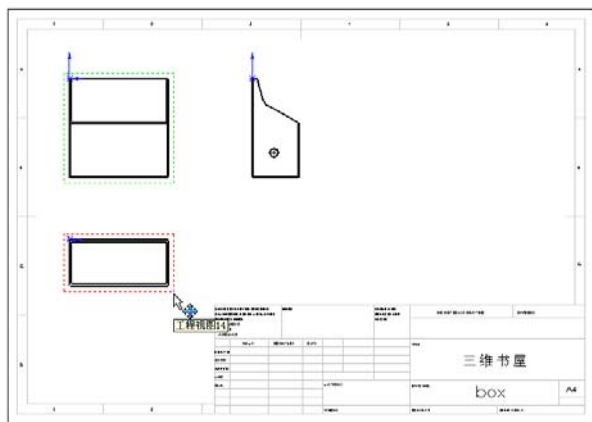

图 1-66 移动视图到新位置
(4) 将工程图上的视图移动到大致如图 1-66 所示的位置。